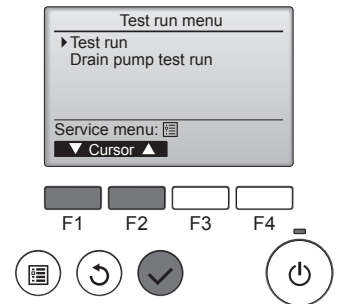

Fig. 8-2
- 2 Välj "Test run" (Provkörning) från menyn Test run och tryck på [VÄLJ]. (Fig. 8-2)